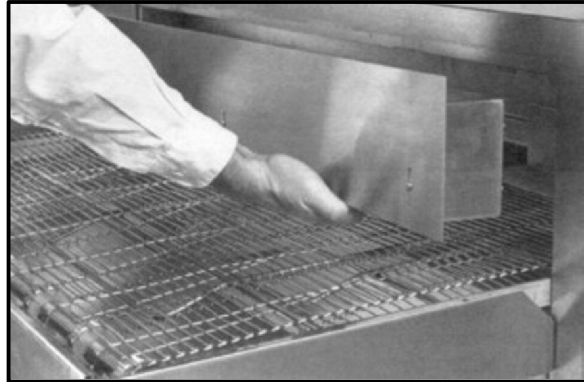
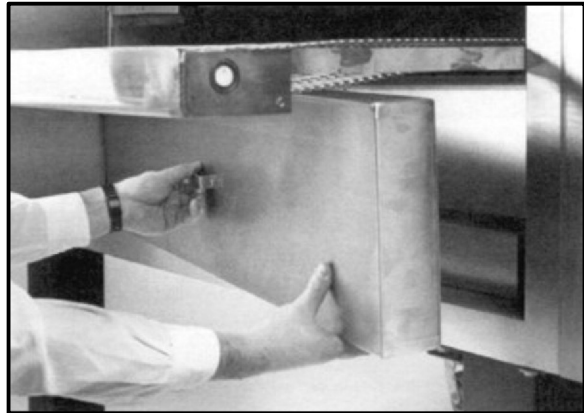

Figure 15
Figure 16
1. Poser les bouchons d'extrémité du haut en du bas comme montré. Voir Figure 15 et Figure 16.